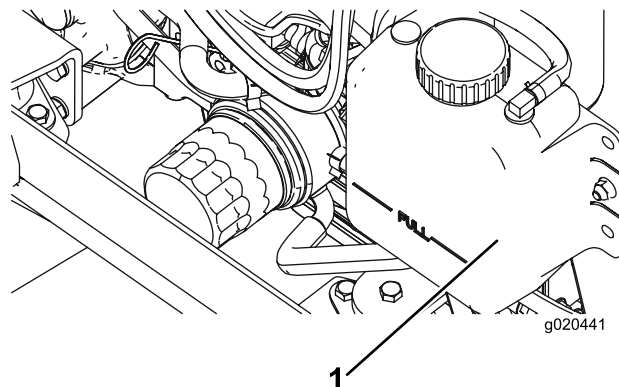

Figura 111
1. Retire cuidadosamente a tampa do radiador e a tampa do depósito de expansão (Figura 111).